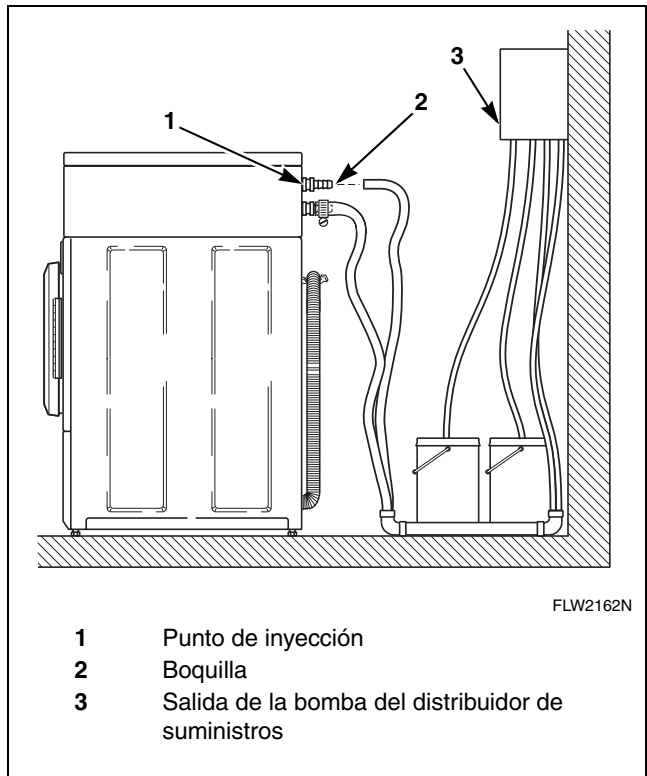

Figure 11
2. Conecte las boquillas a la parte trasera de la máquina. El punto de conexión se ubica en el gabinete, sobre la válvula de mezclado de agua. Refer to *Figure 11*.
3. Conecte las mangueras de suministro a las boquillas y fíjelas con abrazaderas para mangueras (obtégalas en una tienda local). Refer to *Figure 11*.